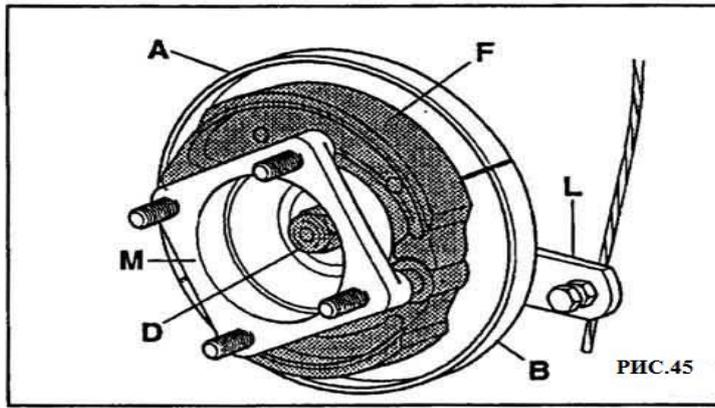

РИС.45
- 2) Снимите держащую ступицу колеса **М** (Рис.45) путём откручивания центральной гайки **Д**. Ударьте пластиковым молотком по самой гайке, чтобы освободить ее от конической соединительной муфты.
- 4) Осуществите монтаж двух полудисковых тормозных башмаков **А** и **В** (Рис.45) путём закрепления их с помощью четырёх винтов. Открытый рычаг дисков **Л** должен находиться в горизонтальном положении.